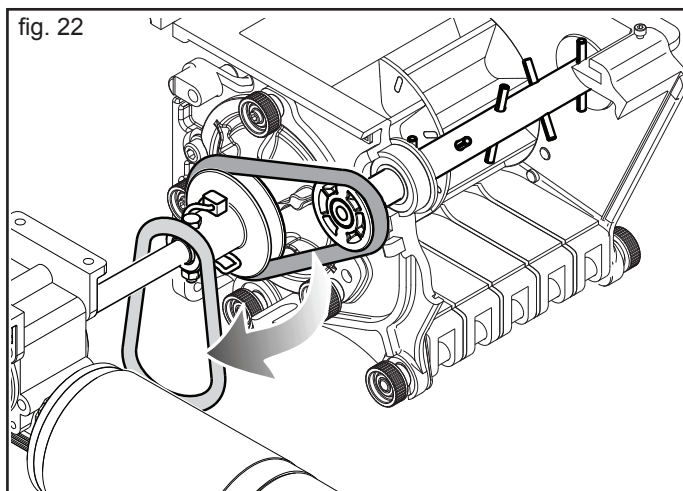

fig. 22
- Zum Abschalten der Rührwelle den Rundriemen über die Kante der Antriebsscheibe heben und auf der Gegenseite das Dosierrad leicht in Foerderrichtung drehen. Der Riemen springt ab (Abb. 22).